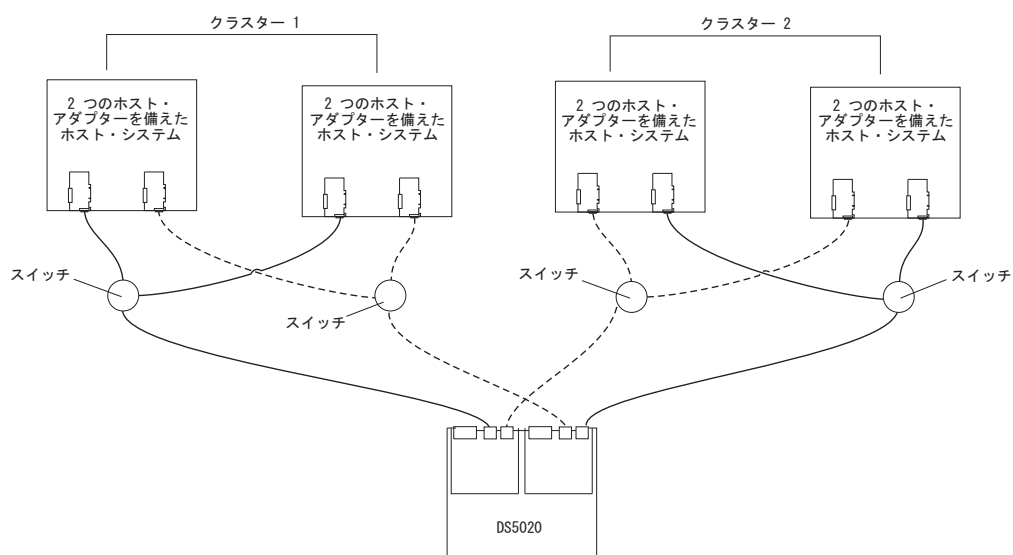

図 60. 2 クラスタ構成の例
- 2 つのクラスター (104 ページの図 60)
104 ページの図 60 に、2 クラスタ構成の例を示します。